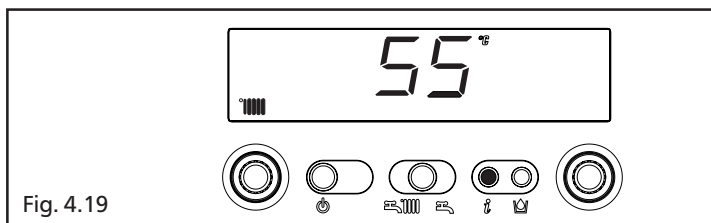

Fig. 4.19
**Info 3** visualizza la temperatura riscaldamento settata (fig. 4.19)